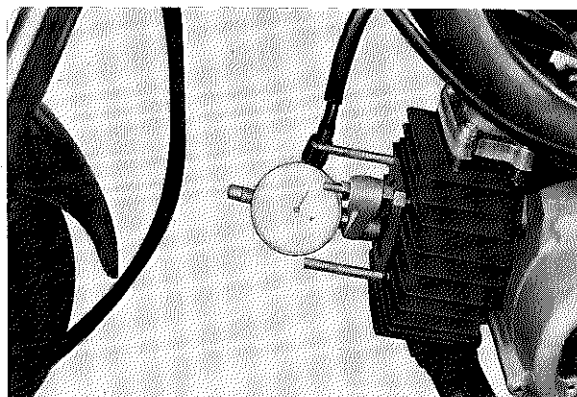

Fig. 2-5-2
2. Insert Dial gauge into stand. (Fig. 2-5-2)
2. Poser le comparateur dans son support (Fig. 2-5-2).
2. Meßuhr in den Ständer einführen. (Fig. 2-5-2)